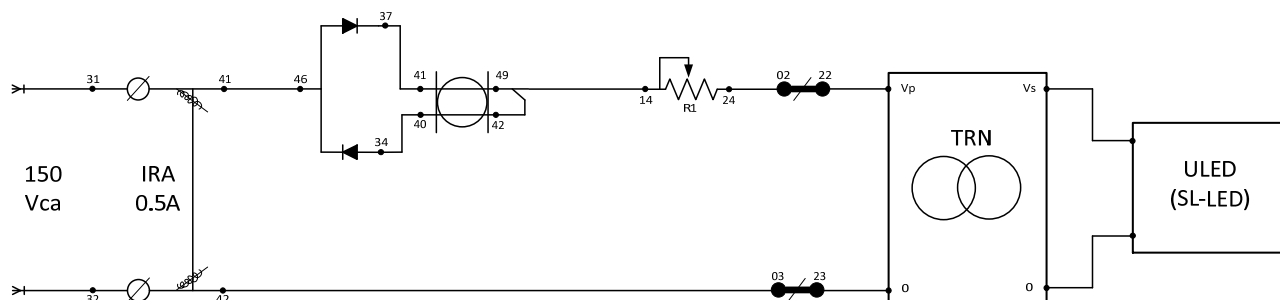
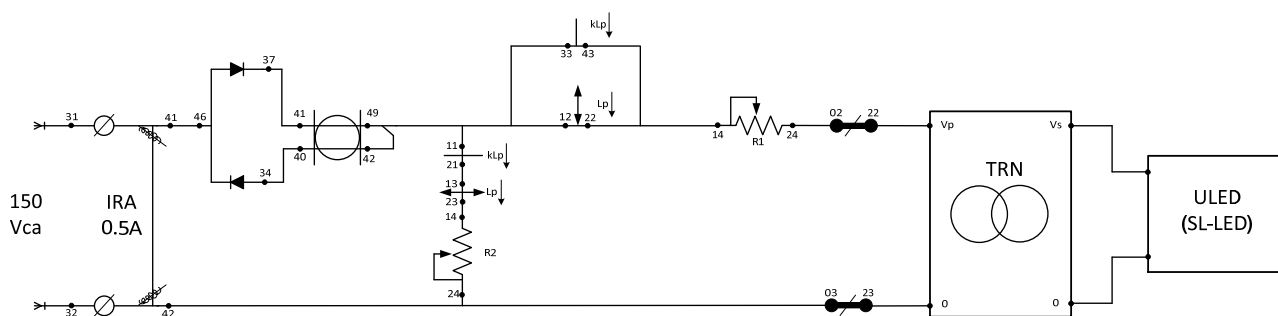

Figura 6 - Modifica per funzionamento FDC-LED in caso di solo aspetto fisso
Figura 7 - Modifica per funzionamento FDC-LED in caso di aspetto fisso e lampeggiante
Per utilizzare il FDC-LED, **nel caso di solo aspetto fisso**, è necessario apportare la modifica descritta di seguito in Figura 6. In particolare si tratta di aggiungere il resistore R1 che serve a regolare la tensione di alimentazione della generica SL-LED.
Per utilizzare il FDC-LED, **nel caso di aspetto fisso ed aspetto lampeggiante**, è necessario apportare la modifica descritta di seguito in Figura 7. In particolare oltre a quanto indicato dalla Figura 6 è necessario collegare opportunamente i contatti del lampeggiatore Lp ed utilizzare il relè di controllo esterno KLp .
1. Fornire alimentazione al circuito dopo aver effettuato la modifica per ottenere la configurazione di Figura 6. Agire sulla resistenza di regolazione R1 affinché la tensione misurata ai capi di SL-LED sia pari a $10 \div 11$ Vac.
1. Fornire alimentazione al circuito dopo aver effettuato la modifica per ottenere la configurazione di Figura 7. Agire sulla resistenza di regolazione R1 affinché la tensione misurata ai di SL-LED sia pari a $10 \div 11$ V_{ac}